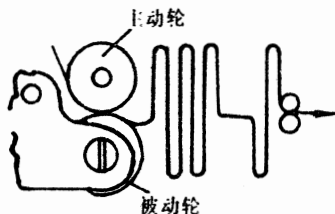

图 2-15 色带行进排列图
**故障现象** 王安公司5573/5574(DPC型号B300/B600)钢带式打印机是一种使用较多、比较可靠的高速打印机。但是其色带驱动系统,由于结构上的缺陷,较易发生故障。正常的色带行进排列如图2-15所示。当色带运行不畅时,排列混乱,使色带盒拥挤,色带行进困难,如此恶性循环,最终将迫使停机,甚至色带报废。
**故障分析与维修** 色带报废、色带运行不畅的原因有:①主动轮或被动轮磨损或质地变软发粘,直径变小;②主动轮或被动轮被油墨沾污,色带粘在轮上;③被动轮与色带盒磨擦;④色带质量差或使用过久,边缘脱丝,缠绕在轮轴上;⑤被动轮轴、下轴套与胶轮一起转动,使阻力增大,被动轮速度降低。